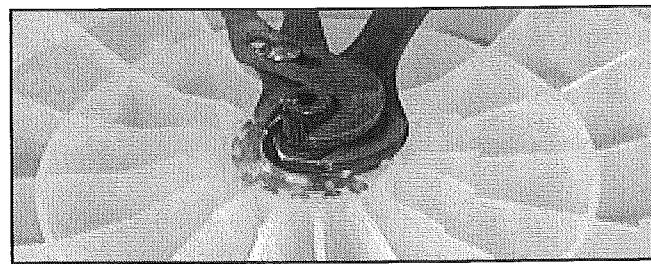

FIGURA 6
10. Quite la tuerca del eje. Vea la *Figura 6*.